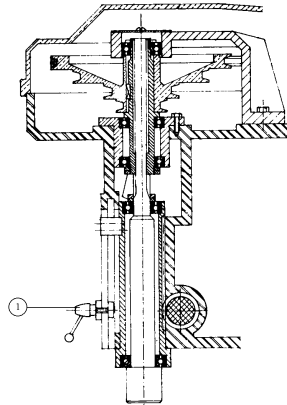

FIG.1
- 3.1 REGLAGE DE LA BUTEE DE PROFONDEUR FIGURE 1
3.1 REGLAGE DE LA BUTEE DE PROFONDEUR FIGURE 1
Pour arrêter le perçage à la profondeur désirée, desserrer la poignée (1) figure 1 et amener le vernier à la position indiquant la profondeur souhaitée sur la règle millimétrée ; bloquer la poignée et procéder au perçage.